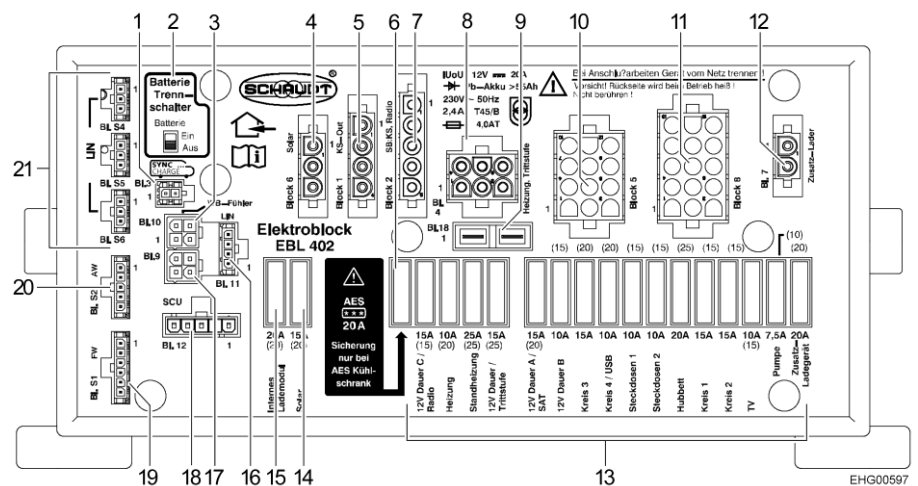

Bild 91 El-block
- Skjut batteri-brytaren (Bild 91,2) på el-blocket till läget "Aus" (av). Batteri-brytaren kopplar bort alla förbrukare som försörjs av el-blocket från bodelsbatteriet.
- Skjut batteri-brytaren (Bild 91,2) på el-blocket till läget "Ein" (på).